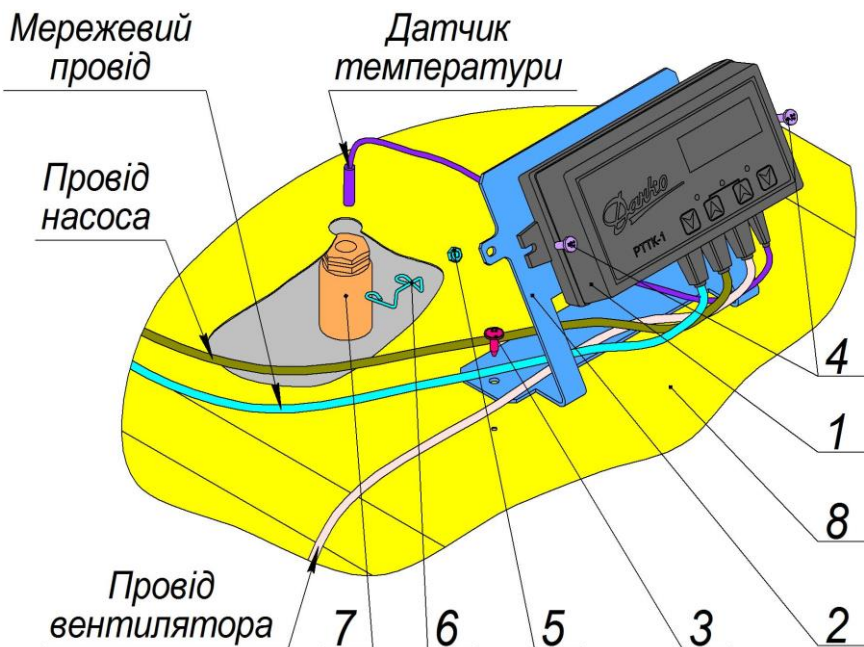

Рис.9. Монтаж контролера РТТК-2:
6.7.3. Контролер РТТК-2 в транспортному положенні знаходиться в топці котла. Монтаж контролера необхідно проводити у відповідності з рис. 9.